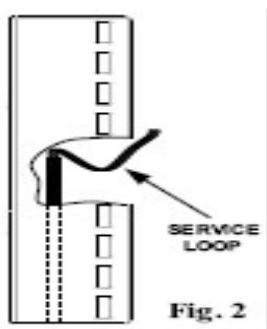

Fig. 2
- Из отделённых 10-ти десятков сделайте служебные петли, как показано на рис.2. Оставьте достаточный запас длины жил для возможного снятия плинта в будущем.